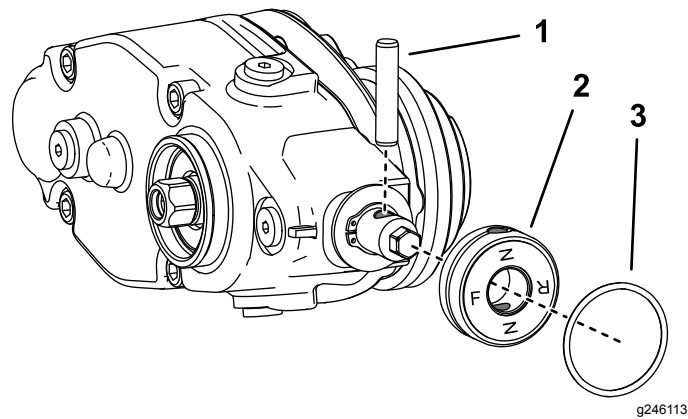

Bild 14
7. Wenn Sie den Groomer an der linken Seite der Maschine montieren, führen Sie folgende Schritte aus (Bild 14):